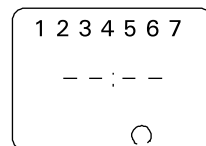

Рисунок 11
- выберите с помощью кнопки ручного выбора необходимый режим. Открытая дуга означает, что каменка выключится в запрограммированный момент. (Рис. 11)